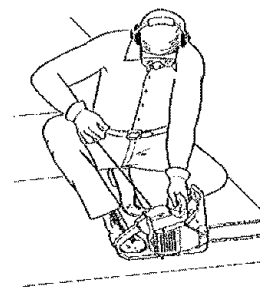

Fig. 7
4. Coloque la sierra en una superficie plana y firme. Sostenga la sierra con firmeza (Fig. 7).